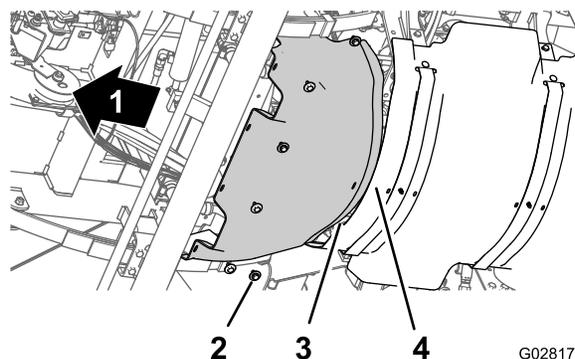

Рисунок 61
1. Расположите задний фланец переднего теплоизолирующего экрана над передним фланцем заднего теплоизолирующего экрана, выровняв их по краям (**Рисунок 61**).
2. Совместите отверстия в переднем теплоизолирующем экране с резьбовыми отверстиями в шасси (**Рисунок 61**).
3. Установите передний теплоизолирующий экран на машину с помощью 6 болтов с шестигранными головками и 6 шайб (**Рисунок 61**), снятых на этапе 3 раздела Демонтаж переднего теплоизолирующего экрана \(страница 60\).